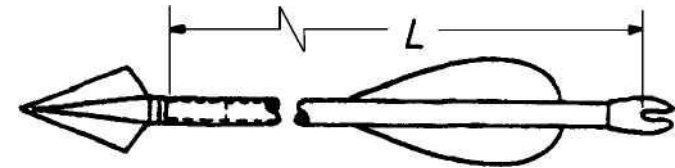

FIG 1. Bultas konstrukcija ar savstarpēji maināmu uzgaļu ieliktni.
1. Bultām, kam ir savstarpēji maināmu uzgaļu ieliktnu sistēma un citi uzgaļi vai adapteru tipi, kas ieliekami bultas priekšgala atvērumā, noteiktais punkts ir bulta priekšgals, bieži saukts par griezto garumu (cut length). (Fig. 1, 13. lapā).